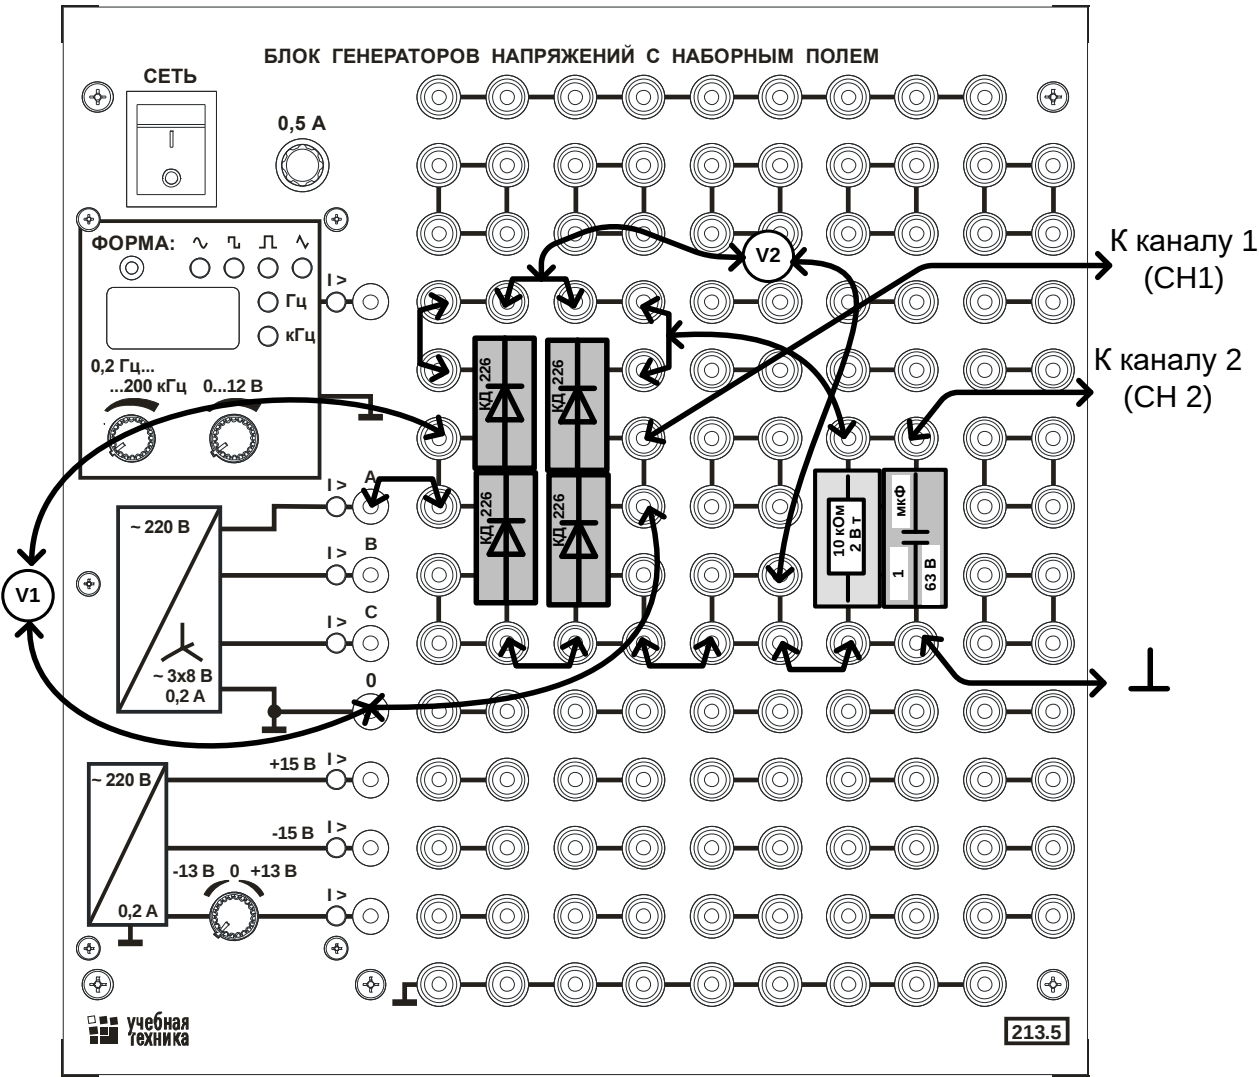

Рис. 6.5. Монтажная схема.
- Соберите цепь двухполупериодного мостового выпрямителя согласно монтажной схеме рис. 6.5, повторите все измерения и вычисления. Результаты сведите в табл. 6.2.